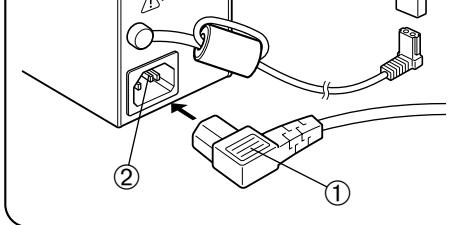

图 42
### 使用TL4电源装置时的操作 (图42)
1. 把电源线插头①牢固插入TL4电源装置的输入插座②中 (图42)。